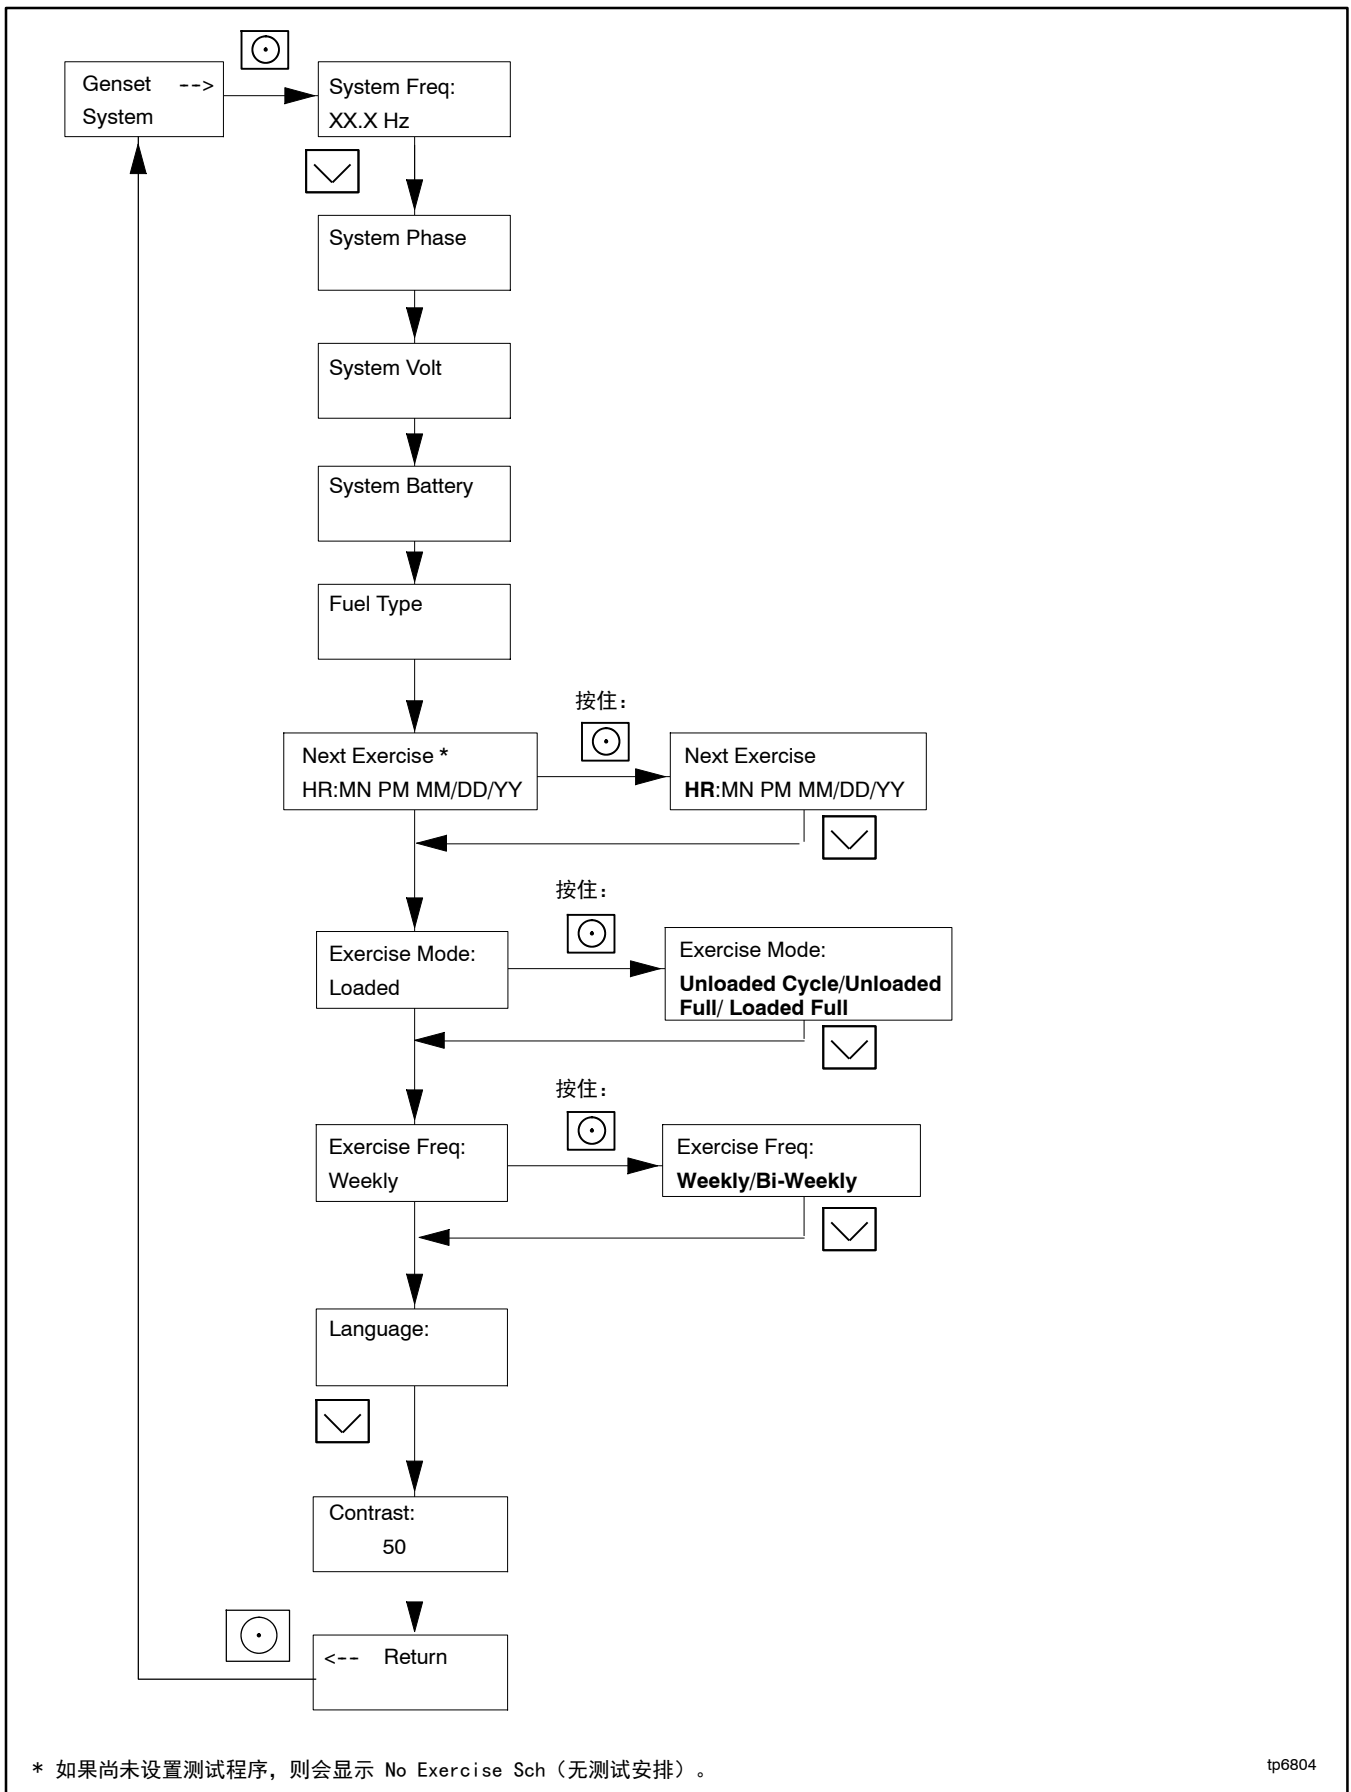

图 3-8 RDC2 控制器上设置测试程序的步骤
要设置测试时间和日期、模式以及频率，请按照下面的程序执行操作并参阅图 3-8 中的流程图。
4. 按选择按钮以进入 Genset System（发电机组系统）菜单。请参阅图 3-8。
12. 如果发电机组与 Kohler® RXT 型切换开关连接，则可以将测试更改为负载测试。将 Exercise Mode（测试模式）设置为 Unloaded Cycle（空载周期）、Unloaded Full（空载全速）或 Loaded Full（负载全速）（要求使用 RXT ATS），如图 3-8 所示。建议设置为空载周期。有关测试模式的信息，请参阅章节 2.4.2 至 2.4.4。